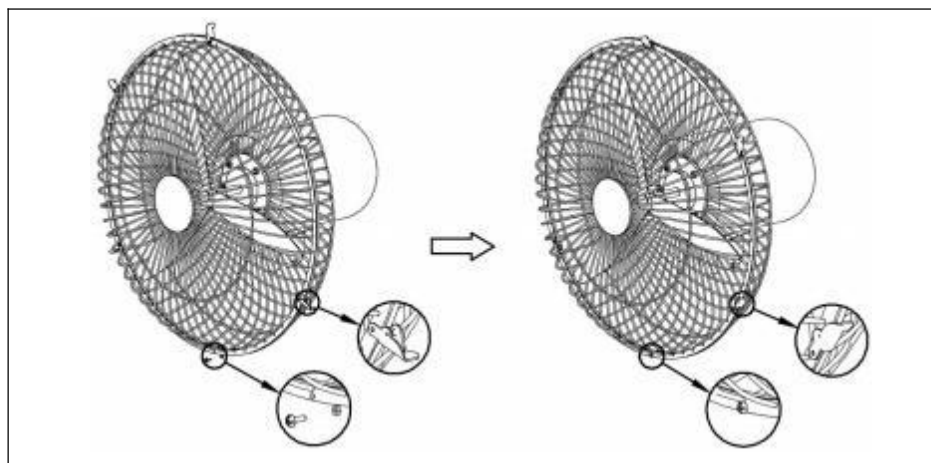

Fig.7 .
3). Alignez les trous de vis au bas des grilles avant et arrière, puis fixez les boutons situés sur le dessus du couvercle de la grille avant sur le couvercle de la grille arrière, fixez tous les boutons du couvercle de la grille (2) et verrouillez enfin les vis de sécurité (18). Voir la (Fig.7.)